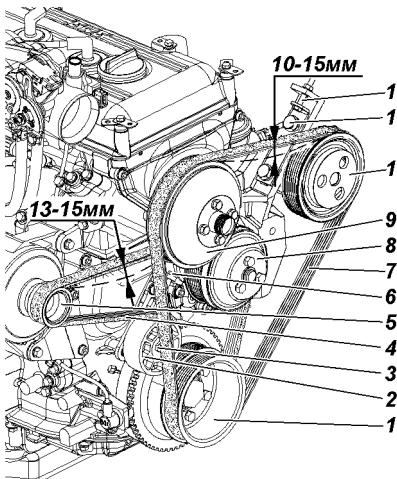

Рис. 9.22. Натяжение ремней привода агрегатов:
**Система охлаждения двигателя ЗМЗ-409.** Натяжение ремня 4 (рис. 9.22) привода насоса системы охлаждения и генератора производится натяжным роликом 2, для чего необходимо: ослабить болт 3 и, закручивая регулировочный болт 6, произвести натяжение ремня. Затянуть болт 3.